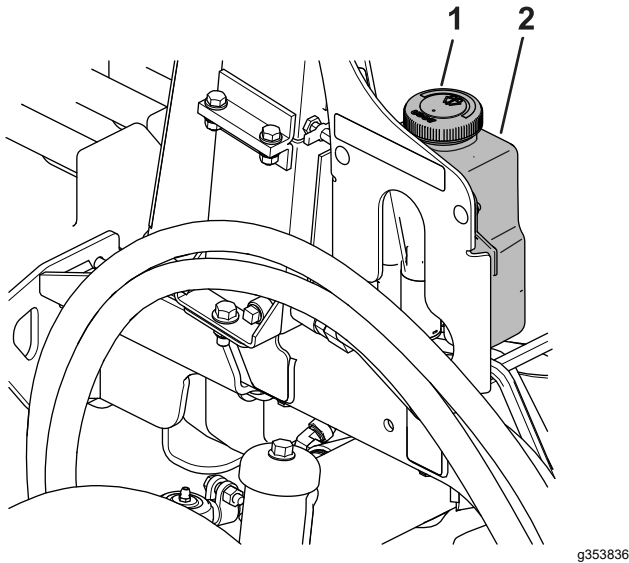

Bild 91
1. Entfernen Sie den Deckel (Bild 91) vom Flüssigkeitsbehälter.